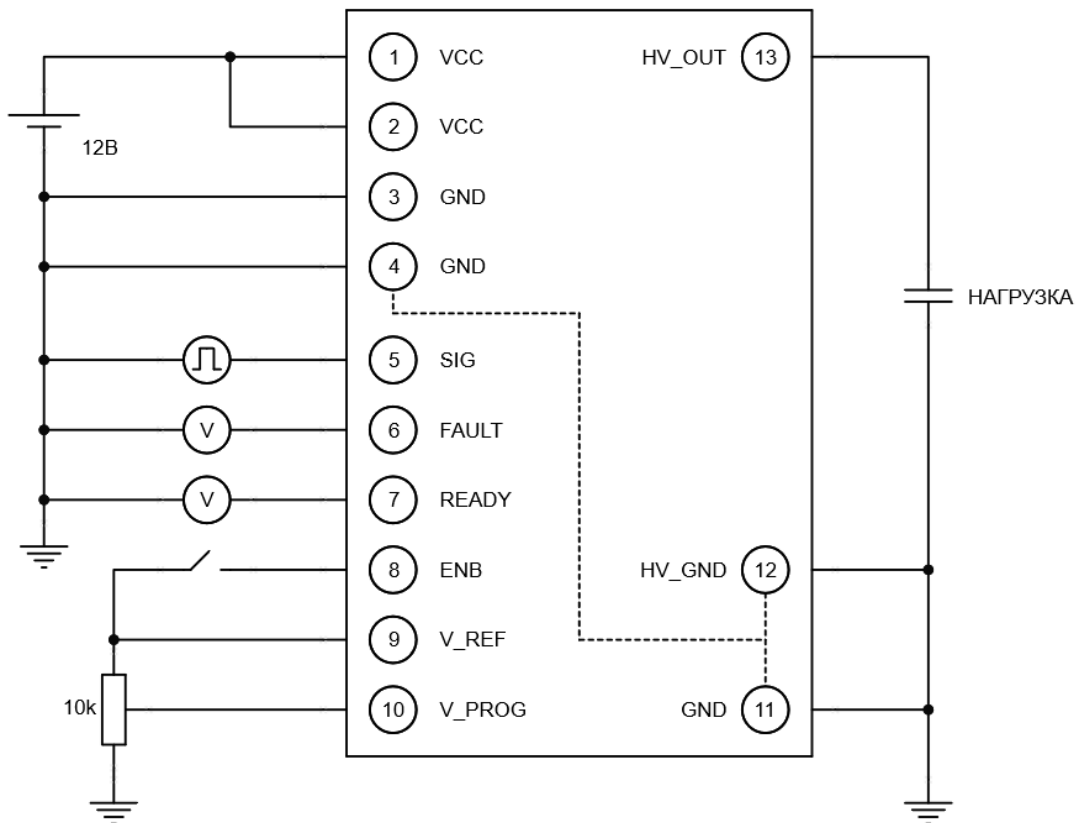

Рис. 1 Схема подключения импульсного генератора HVG-10-10-7800P-ONQ.
1. Подключить генератор согласно схеме на рис. 1.